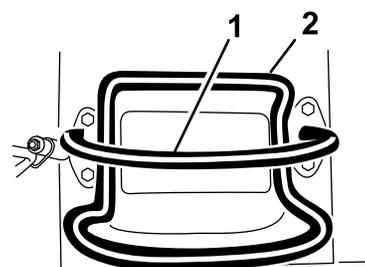

Figura 7
- Para parar a máquina, liberte o controle de tração (Figura 7).